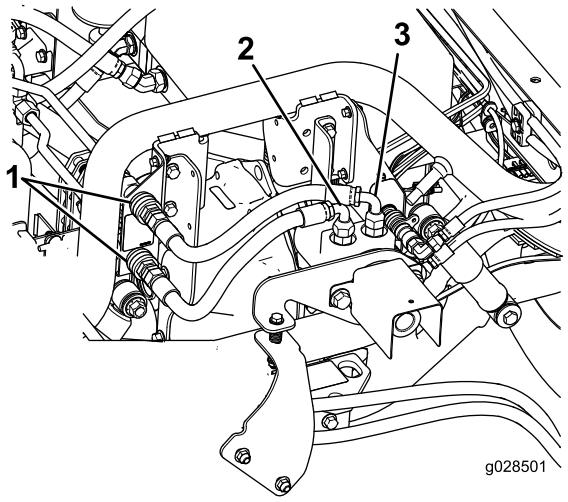

図 8
- モータのフィッティング 車両幅方向内側に接続されているホースをブラケットの下側のクリックカップラに接続する 図8。
2. モータのフィッティング 車両幅方向外側に接続されているホースをブラケットの上側のクイックカップラに接続する 図 8。